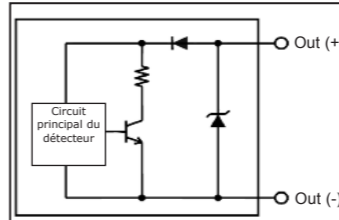

Fig. 1
*6 : Si aucun courant d'entrée n'est appliqué, une alarme est émise. La Fig. 1 illustre un type de circuit d'alarme interne.